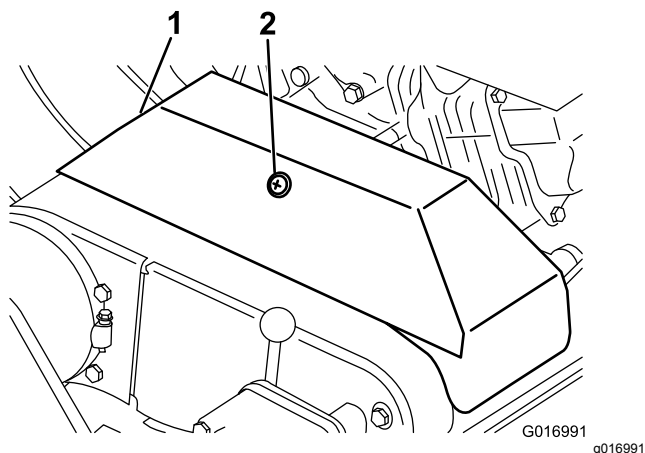

Рисунок 46
- Ослабьте стопор, фиксирующий крышку клинового ремня, и откиньте крышку (**Рисунок 46**).
2. Ослабьте стопор, фиксирующий крышку клинового ремня, и откиньте крышку (Рисунок 46).